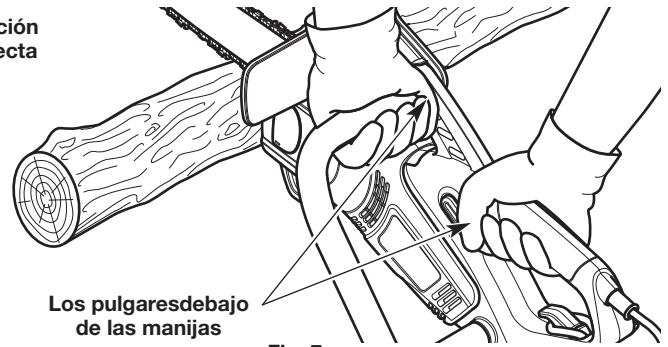
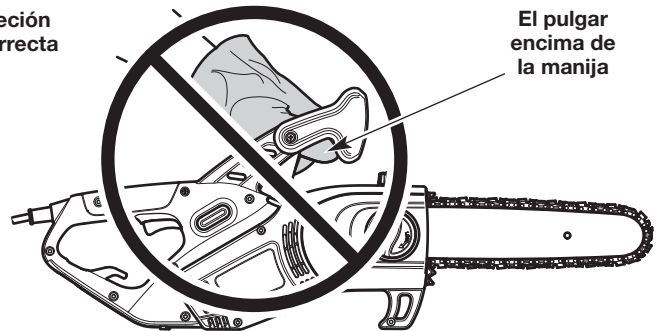

Fig. 7
Fig. 8
- Rodee firmemente las manijas y/o la pértiga con los pulgares y dedos de la mano (Fig. 7). Esto reducirá la posibilidad de perder el control de la unidad en caso de que se produzca un retroceso. Cualquier sujeción con los pulgares y dedos de la mano en el mismo lado de las manijas y/o la pértiga es peligroso (Fig. 8).